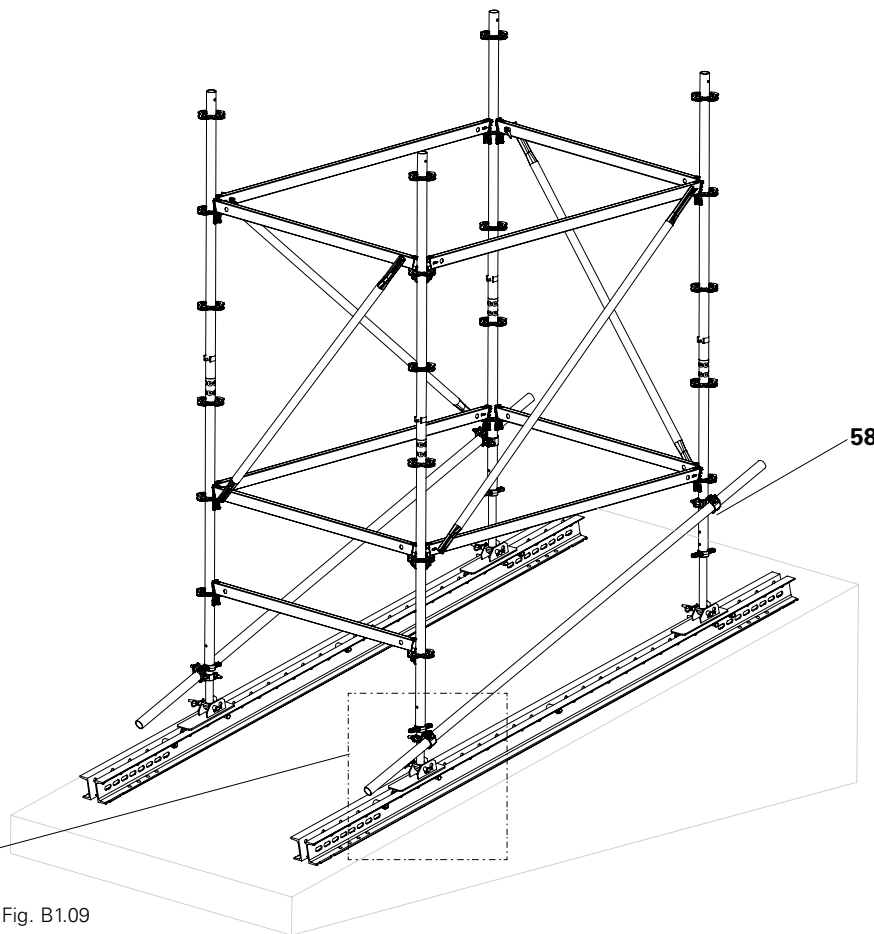

Fig. B1.09
2. Montare l'attacco MP/SRU (54) con il perno calibrato (55) sul corrente SRU. Assicurare il perno calibrato con l'inserto a molla (56).
3. Montare l'albero di testa del mandrino SRU (53) all'attacco MP/SRU con perno calibrato (55) e inserto a molla (56) come albero di base.
4. Inserire l'albero di testa SRU (53) nell'unità base (2) e fissare con il dispositivo di sicurezza per piastra di base UJS (6).
5. Installare sui montanti adatti all'inclinazione (4) e rinforzare sul primo livello di rosette con correnti orizzontali (3).
7. Rinforzare diagonalmente i montanti lunghi con tubo di impalcatura tra albero di testa SRU e montante UVR. Montare inoltre un giunto orientabile DK 38/48 (57) sull'albero di testa, possibilmente vicino all'attacco MP/SRU. Installare sul montante un giunto orientabile DK 48/48 (58) direttamente sopra la prima rosetta.
8. Montare il resto dell'impalcatura a torre secondo il capitolo A1. (Fig. B1.09 – B1.09a)